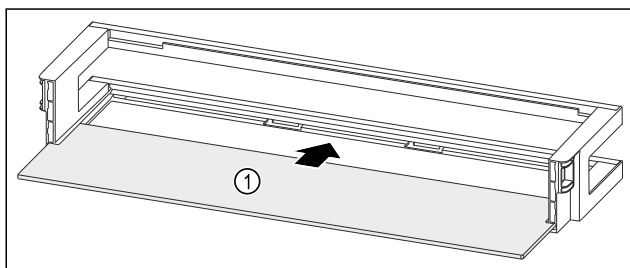

Fig. 253 Türabsteller mit Abstellfläche
- Abstellfläche Fig. 253 (1) in die seitlichen Aussparungen einschieben.